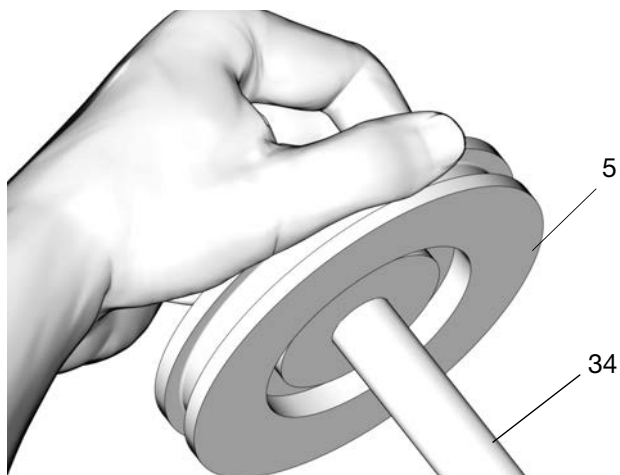

FIG. 30
6. Empuje el pistón (5) sobre el extremo del eje del pistón (34) hasta que se asiente en el eje (FIG. 30).